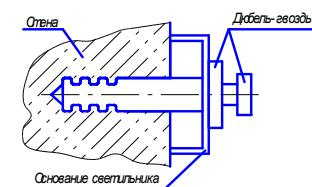

Рис.3
- c) закрепить основание светильника при помощи дюбель - гвоздя для быстрого монтажа (рекомендуемый Ø 6x60) на опорную поверхность (рис.3), предварительно пропустив сетевой провод через ниппельный ввод;